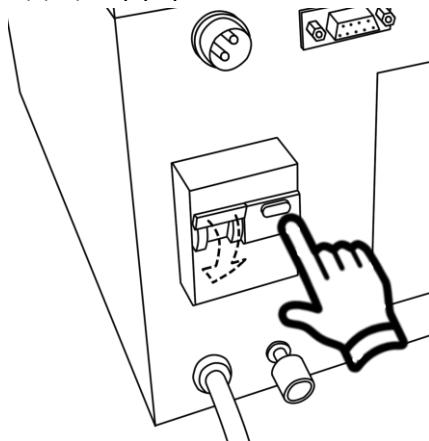

Рисунок 11 – Тест УЗО
5.7.2 Нажать кнопку «Т» (ТЕСТ) АВДТ (дифференциального автомата)(см. рисунок 11).